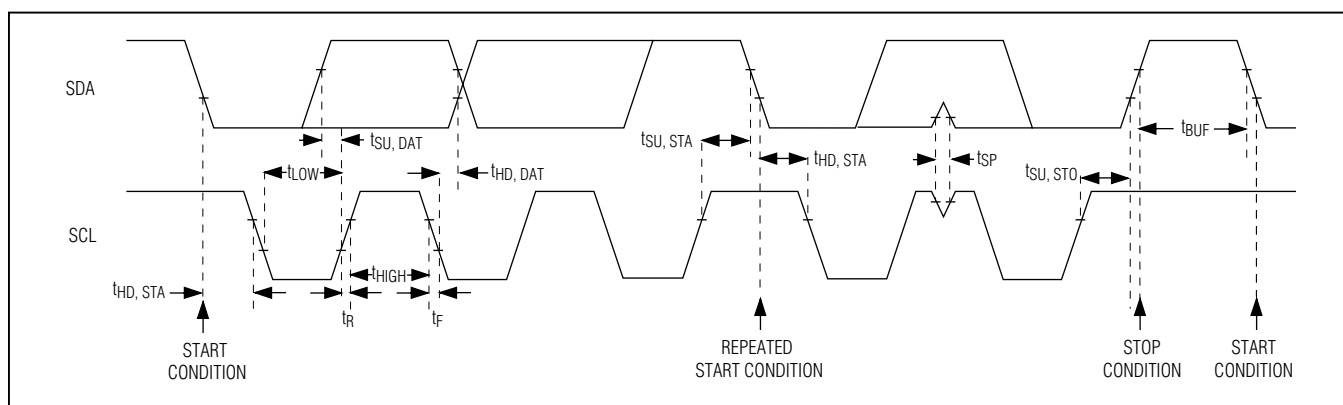

图3. 2线接口时序图
该IC采用I²C/SMBus™兼容的2线串行接口，包括串行数据线(SDA)和串行时钟线(SCL)。SDA和SCL可在高达400kHz时钟速率下用于IC和主机之间通信。图3所示为2线接口的时序图。主机在总线上产生SCL并发起数据传输。主机发送相应的从机地址，随后是寄存器地址，接着为数据字，向IC写入数据。每个传输序列都以START (S)或REPEATED START(Sr)条件和STOP(P)条件构成帧。发送至IC的每个字长为8位，其后是应答时钟脉冲。主机发送相应的从机地址，随后紧跟9个SCL脉冲，从IC读取数据。IC发送至SDA的数据与主机产生的SCL脉冲同步。主机对接收到的每个字节应答。读序列由START或REPEATED START条件、非应答和STOP条件构成帧。SDA既是输入又是开漏输出。SDA总线上需要上拉电阻，通常大于500Ω。SCL仅用于输入。如果总线上有多个主机，或者单控制器具有开漏SCL输出，则SCL需要一个上拉电阻，通常大于500Ω。SDA和SCL线上的串联电阻是可选的。串联电阻可防止IC的数字输入被总线高压尖峰脉冲损坏，并最大程度降低总线信号的串扰和下冲。